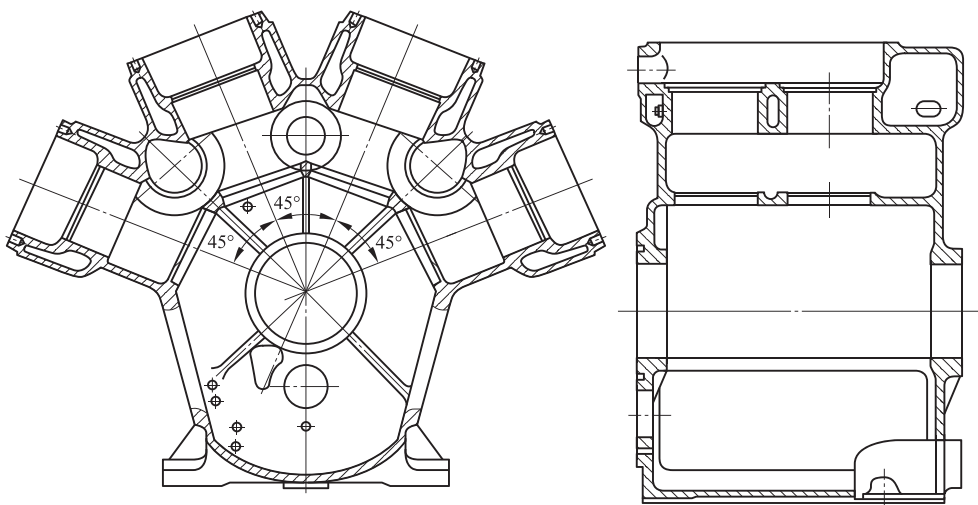

图 1-1-11 高速多缸压缩机的机体结构
3. 高速多缸压缩机的机体常采用气缸体和气缸套分开的结构形式,如图1-1-11所示。这种结构形式的机体刚性好、结合面少、结构简单,气缸套和机体可分别采用不同的材料,对气缸体的要求低,所以在国内外高速多缸压缩机中广泛采用。